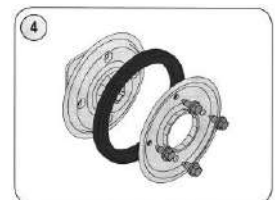

Figure 27
- 1) Retirez les quatre vis qui fixent ensemble les plaques latérales de la roue de friction. Voir la figure 27.